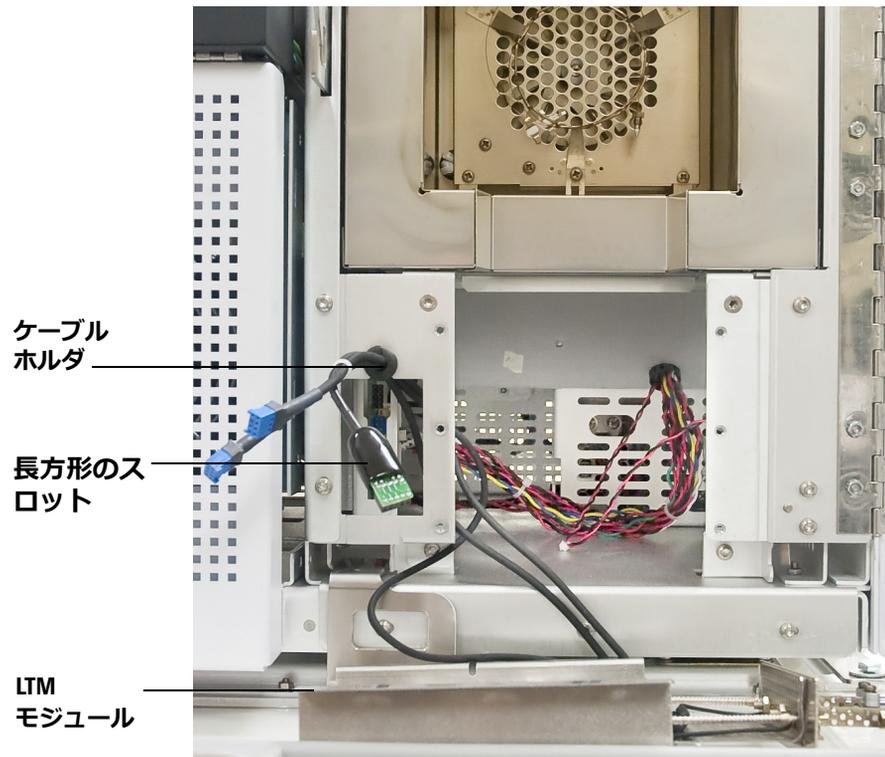

図9 ケーブルの取り回し
- 2 トランスファラインとカラムモジュールケーブル（モジュールごとに計 3 本のケーブルを接続）をカラムオープンに通し、電子機器ハウジング左上の長方形のスロットに入れます。図 9 を参照してください。
- 3 スロット上のブッシングにケーブルの束を押し込み、束を固定します。図 9 を参照してください。